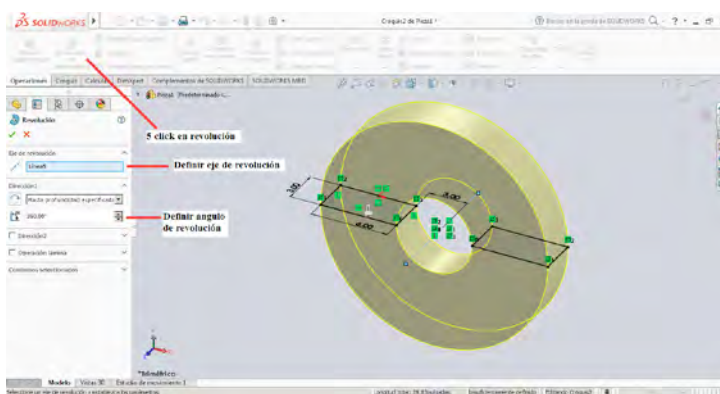

Figura 2-5
5. Al obtener la figura simétrica se utilizara una de las herramientas con las que se cuenta en pestaña de Operaciones como es Revolución de Saliente, esta herramienta permite que el usuario genere un sólido revolución (FIGURA 3D), para el uso de la herramienta se debe definir el eje de revolución y el Angulo de barrido como se muestra en la figura 2-5